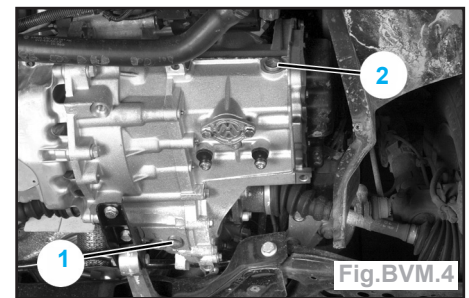

Fig.BVM.4
- Implantation des bouchons de vidange (1) et de remplissage/niveau (2) de la boîte de vitesses (Fig.BVM.4).